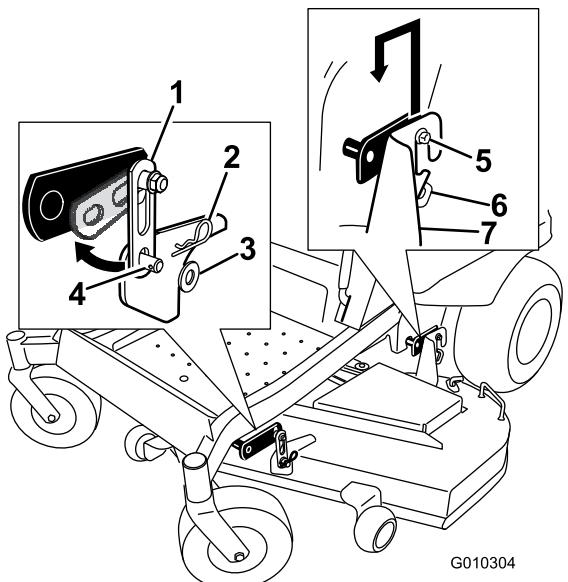

Bild 72
2. Entfernen Sie an beiden Seiten des Mähwerks die Schrauben von den Hängeprofilen des Frontmähwerks (Bild 72).
3. Heben Sie das Mähwerk vorsichtig von den Schrauben des hinteren Hängeprofils ab und senken Sie die Vorderseite des Mähwerks vorsichtig auf den Boden (Bild 72).
5. Heben Sie das Heck des Mähwerks an und führen Sie die Hängeprofilhalterungen über die hinteren Hängeprofilschrauben (Bild 72).